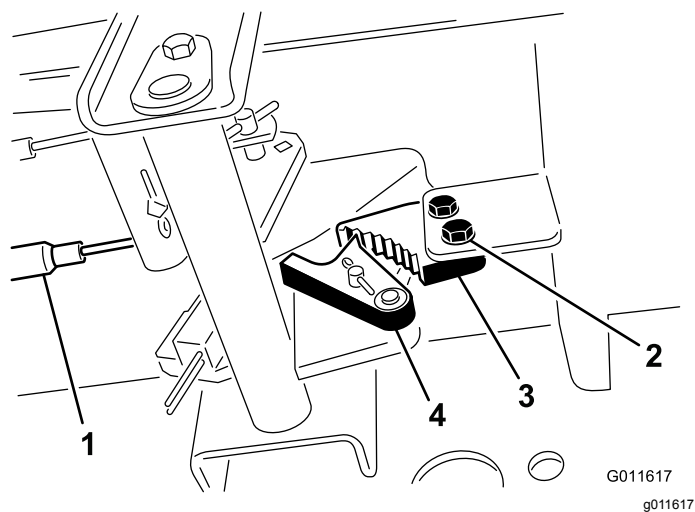

Figure 68
1. Desserrez les 2 vis qui fixent le cliquet du frein de stationnement au cadre (Figure 68).
2. Appuyez sur l'avant de la pédale du frein de stationnement jusqu'à ce que le verrou s'engage complètement sur le cliquet du frein (Figure 68).